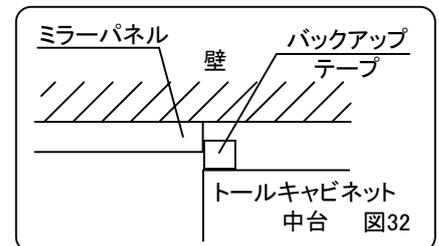

図32
4) 付属のバックアップテープを中台キャビネット背面のミラーパネル側に取付けてください。(図32)